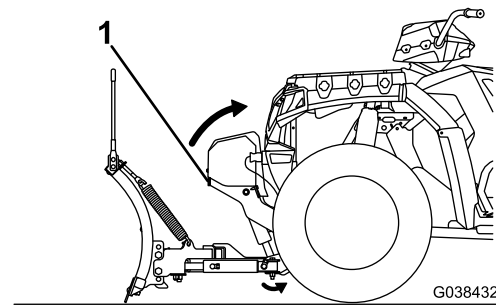

Figure 19
6. À l'aide de la poignée d'accouplement, poussez la tour d'accouplement vers le haut jusqu'à ce que les goupilles à ressort de l'accouplement s'enclenchent en position (Figure 19).
8. Tirez la poignée de la béquille vers l'extérieur et relevez la béquille (Figure 19).